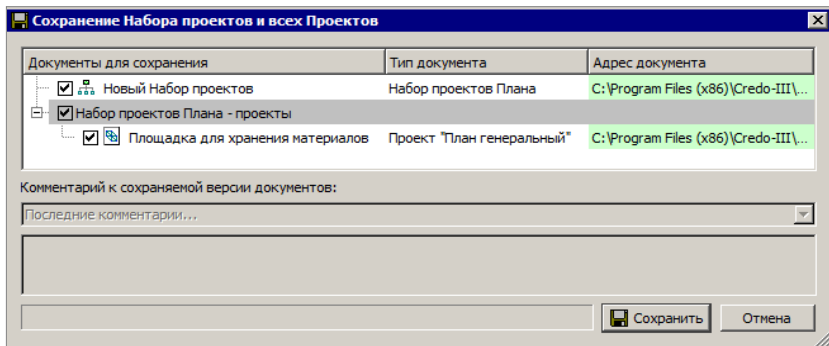

Рис. 3.16
При помощи флажков можно выбрать документы для сохранения, изменить адреса хранения, имена НП и проектов (рис. 3.16).
- Нажмите кнопку **Сохранить** (рис. 3.16).